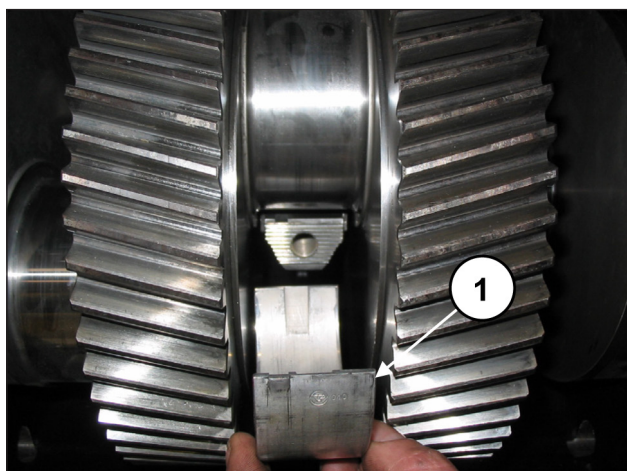

Fig. 80
Introducir los semicojinetes superiores entre las bielas y el eje acodado (pos. ①, Fig. 80).